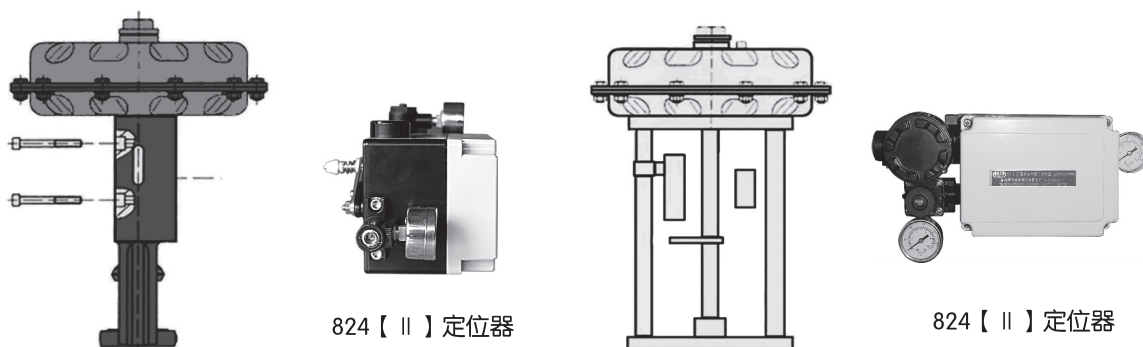

图3、824【Ⅱ】定位器与执行机构的安装
2.2、与执行机构的连接简单、可靠（通过二个螺钉固定并定位），现场更换便捷方便。824【Ⅱ】型定位器的内部模块化结构，使得现场维修只要通过对有故障模块进行更换即可。简单、快捷、实用（图3）。